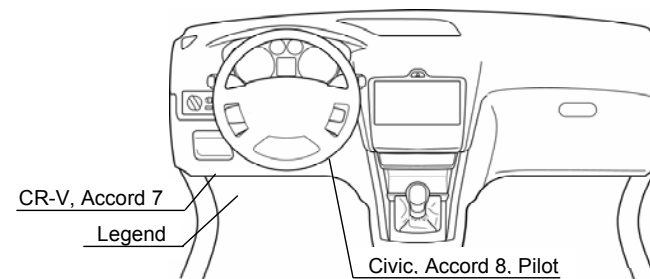

Рисунок 2. Рекомендуемое место подключения к шине CAN.
- 2.2. Выполнить подключение адаптера к шине CAN. На автомобилях CR-V III, Civic 4D, Civic 5D и Accord 7 и Legend шина CAN однопроводная, к ней подключается серый провод (CAN-H) разъема X1 адаптера, синий провод остается незадействованным. На автомобилях Accord 8 и Pilot шина CAN двухпроводная, к ней подключаются провода CAN-H CAN-L адаптера. Расположение точек подключения шины CAN (смотри рисунок 2):